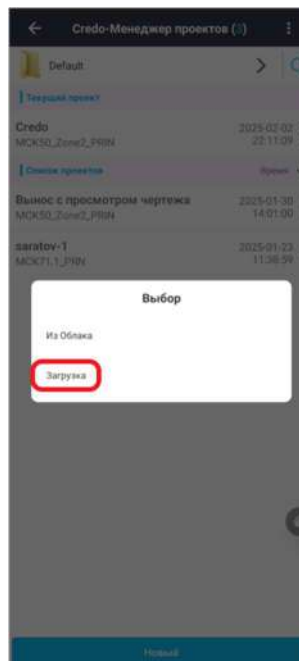

Рисунок 2.2.13
- ☛ Выберите **Загрузка** (Рисунок 2.2.13).